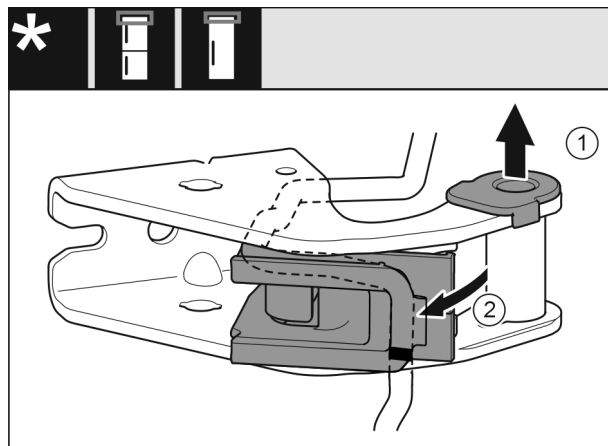

Fig. 26
- ▶ Extrageți cuzinetul din ghidaj. Fig. 26 (1)
- Rabatați în exterior suportul de cablu. Fig. 26 (2)